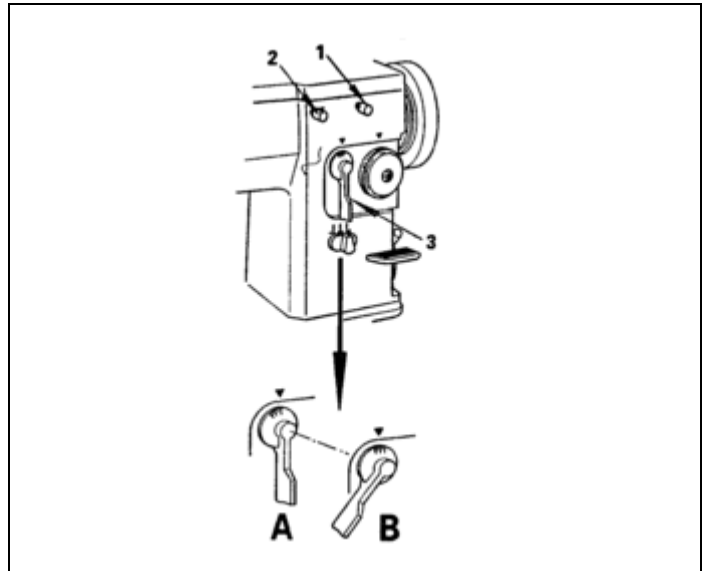

Fig. 23
19. AJUSTE DA DISTÂNCIA HORIZONTAL (Fig. 23)